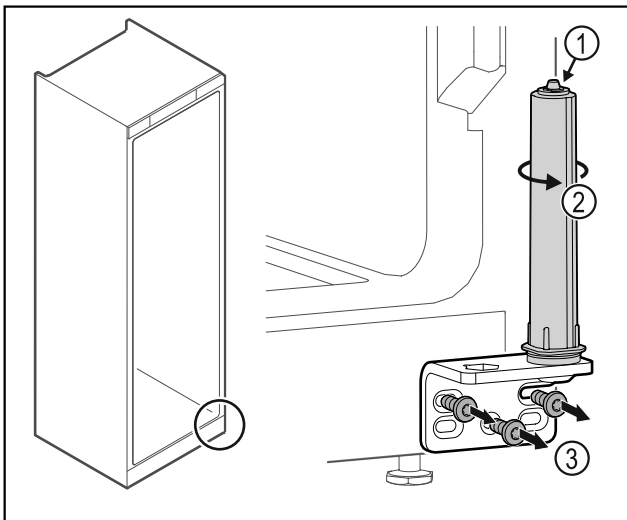

Fig. 30
- ▶ Türschließsystem nicht zerlegen Fig. 30 (1).
- ▶ Schließsystem Fig. 30 (2) drehen, bis es klickt .
- ▶ Scharnierwinkel Fig. 30 (3) abschrauben.